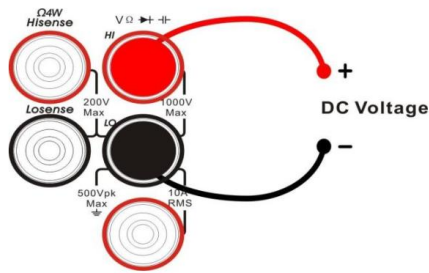
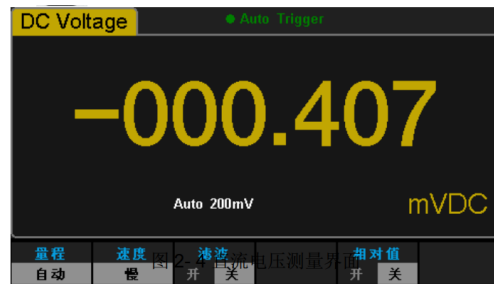

图 4 直流电压测量连接示意图
图 5 直流电压测量界面
- 3、 按图 4 连接万用表表笔，打开万用表按前面板的 **DCV** 键，进入如图 5 所示的直流电压测量界面。用万用表测量逻辑电平开关分别拨在下方和上方时，反相器对应的输入输出电压值，并记录在表 2 中。